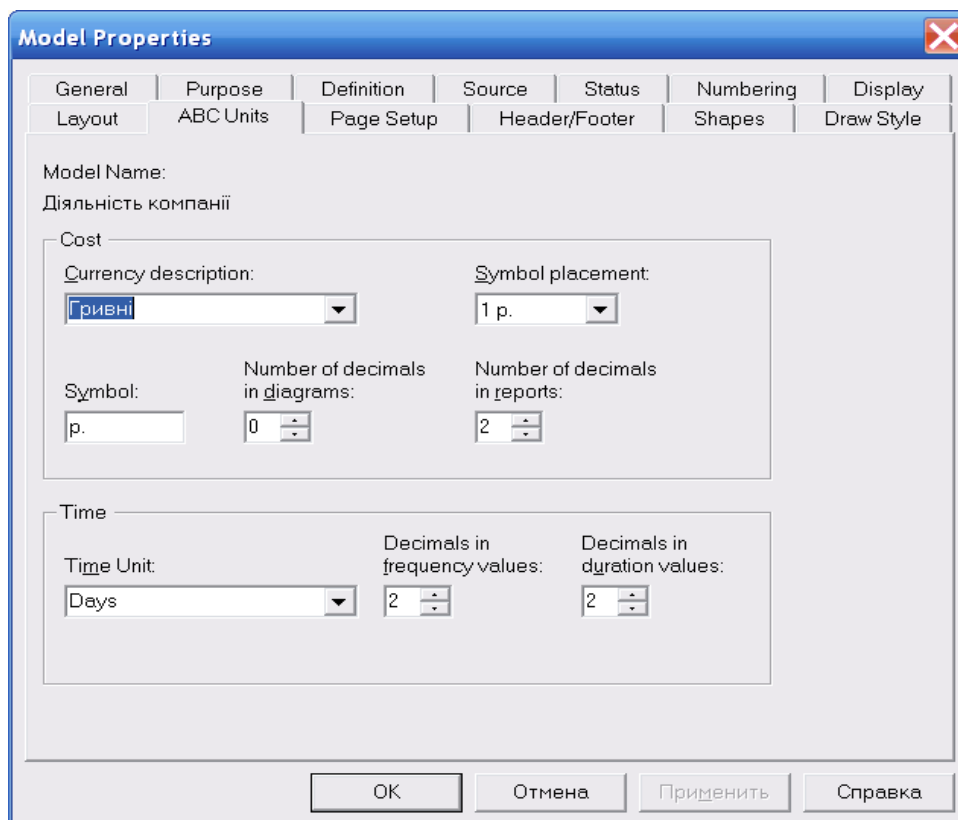

Рис. 13.1. Вкладка *ABC Units* діалогу *Model Properties*
1. В діалозі *Model Properties* (викликається з меню *Model / Model Properties*) у вкладці *ABC Units* встановіть одиниці виміру грошей і часу-гривні і години (рис. 13.1).